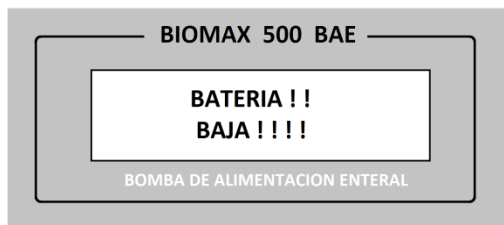

Figura 15
- Si el equipo tiene poca batería mostrará el mensaje (Figura 15) de batería baja, en cuyo caso se debe conectar el equipo a la red de alimentación eléctrica lo antes posible.